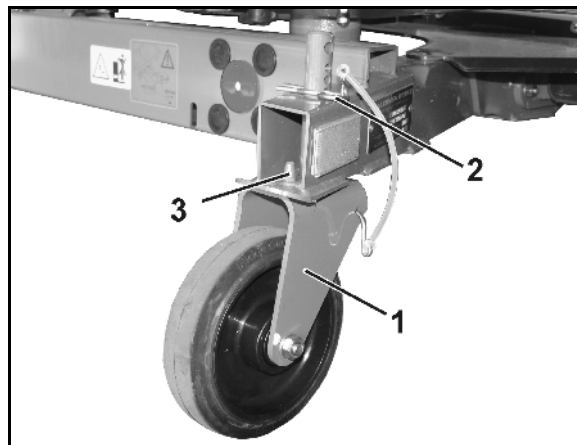

Fig. 27
6. Faste ruller bak (Fig. 27/1)
- o Monter, og sikre i de nederste festehullene med splinter (Fig. 27/2), eller
Når de faste rullene monteres, må du passe på at bolten (Fig. 27/3) griper gjennom boringen til rammen og dermed holder rullene i lengderetningen.